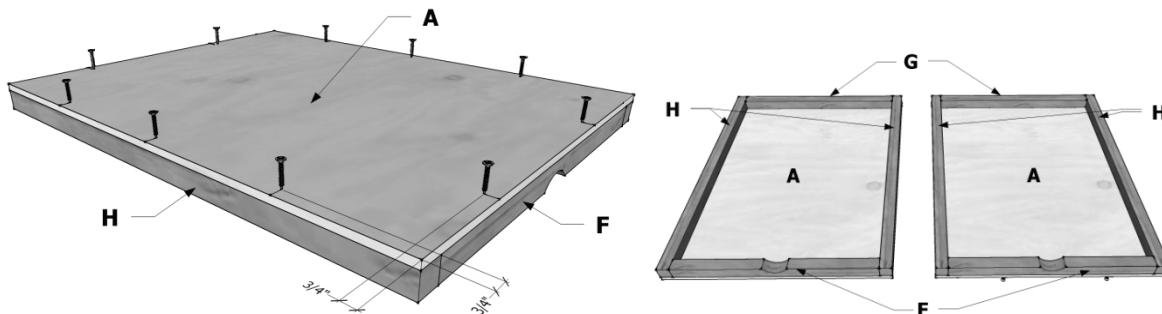

Fig 2 - Schéma de fixation du couvercle et de la base (A). Les longueurs « 2x2s » sont à ras du bord, et l'espacement entre les vis est uniforme.
a. **Couvercle & Base:** **Utilisez 16 vis de 1 5/8", fixez** toutes les longueurs « 2x2s » de 25" et les longueurs « 2x2s » de 36" (Parties F, G, H) à chacun des panneaux de 28"x36" (Partie A). Vissez à travers le contreplaqué dans les « 2x2s » longueurs. L'encoche sur la partie F doit être opposée au contreplaqué. Cela doit faire 2 pièces identiques: l'une servira de couvercle et l'autre de base (Fig. 2). **Attention** à ce que les pointes des vis ne dépassent pas car cela pourrait perfore le revêtement.
Placez la base (Partie A) sur une surface plane, les longueurs « 2x2s » dirigées vers le haut. (Comme le côté droit de la fig. 2)